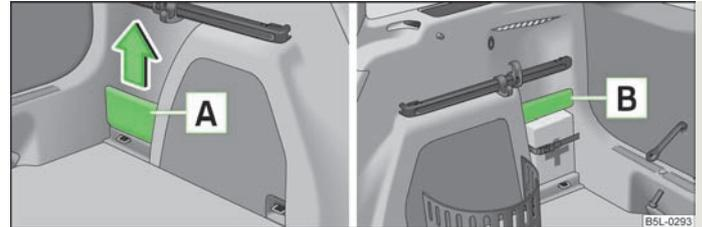

Abb. 82 **Gepäckraum: Ablagefächer**
Die Abdeckung des Seitenfachs **A** » Abb. 82 kann herausgenommen und dadurch der Gepäckraum vergrößert werden.
➤ Die Abdeckung **A** am oberen Teil fassen und vorsichtig in Pfeilrichtung herausnehmen » Abb. 82.
- Das herausnehmbare Ablagefach **A** » Abb. 82 an der linken Seite ist zum Ablegen von kleinen Gegenständen bis zu einem Gewicht von 1,5 kg geeignet.
- Das Ablagefach **B** » Abb. 82 an der rechten Seite ist zum Ablegen von kleinen Gegenständen bis zu einem Gewicht von 0,5 kg geeignet.